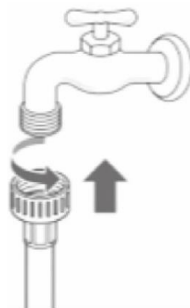

Рисунок 6
2. Подключите шланг подачи воды к водопроводному крану вручную, а затем затяните еще 2/3 оборота плоскогубцами. (см. рис. 6)